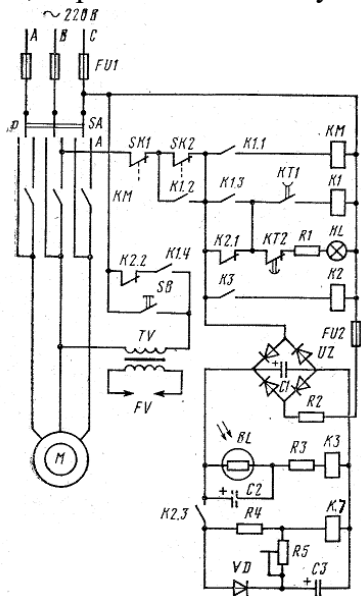

Рис. 4
4. Определить элементы схемы автоматики форсунки АФ-65С (рис. 4). Объяснить работу схемы, методы поиска неисправностей. Продемонстрировать работу включения форсунки, определить введенную в схему неисправность.